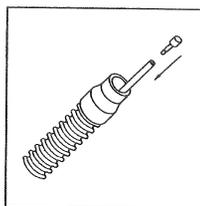

Abbildung 2
2. Bringen Sie an *beiden* Enden des Druckmeßschlauchs die mitgelieferten grauen Verschlussstopfen an, so daß der Schlauch dicht verschlossen ist und keine Flüssigkeit eindringen kann. (siehe Abbildung 2)